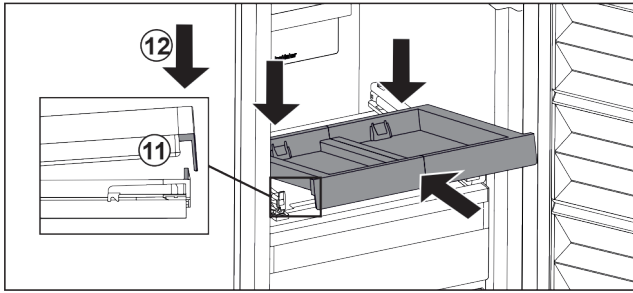

Fig. 198
- ▶ Вставьте, наклоняя вниз. Обратите внимание на то, чтобы на обеих сторонах упор был за накладкой. Fig. 198 (11)
- ▶ Снимите выдвижную панель спереди. Fig. 198 (12)